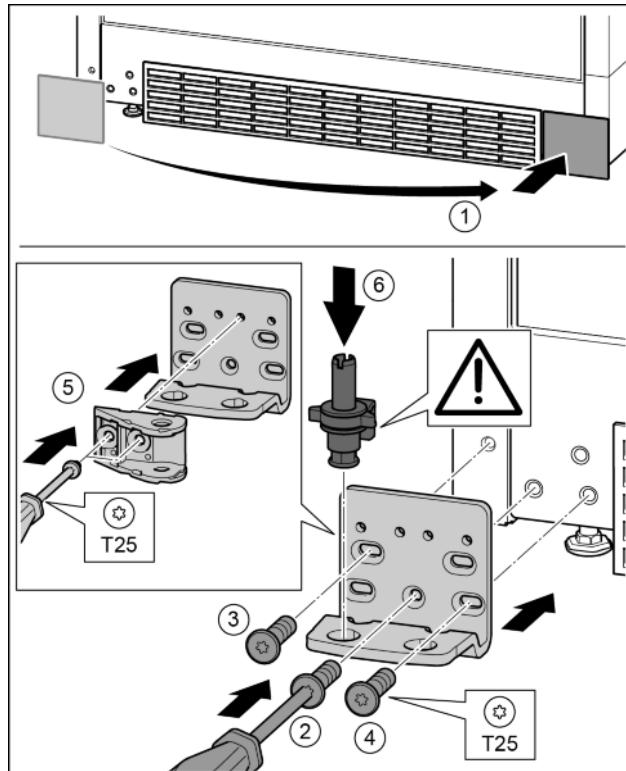

Fig. 31
- ▶ Зніміть кришку та встановіть її з іншого боку. Fig. 31 (1)
- ▶ Встановіть опорний кронштейн з іншого боку і закріпіть гвинтами за допомогою викрутки T25. Почніть із гвинта 2 знизу посередині. Fig. 31 (2)
- ▶ Закрутіть гвинти 3 та 4. Fig. 31 (3, 4)
- ▶ Поверніть з'єднувальний елемент демпфера на 180°. Пригиніть з іншого боку опорного кронштейна за допомогою викрутки T25. Fig. 31 (5)
- ▶ Вставте цілком опорний гвинт. При цьому виступ фікатора повинен бути спрямований назад. Fig. 31 (6)